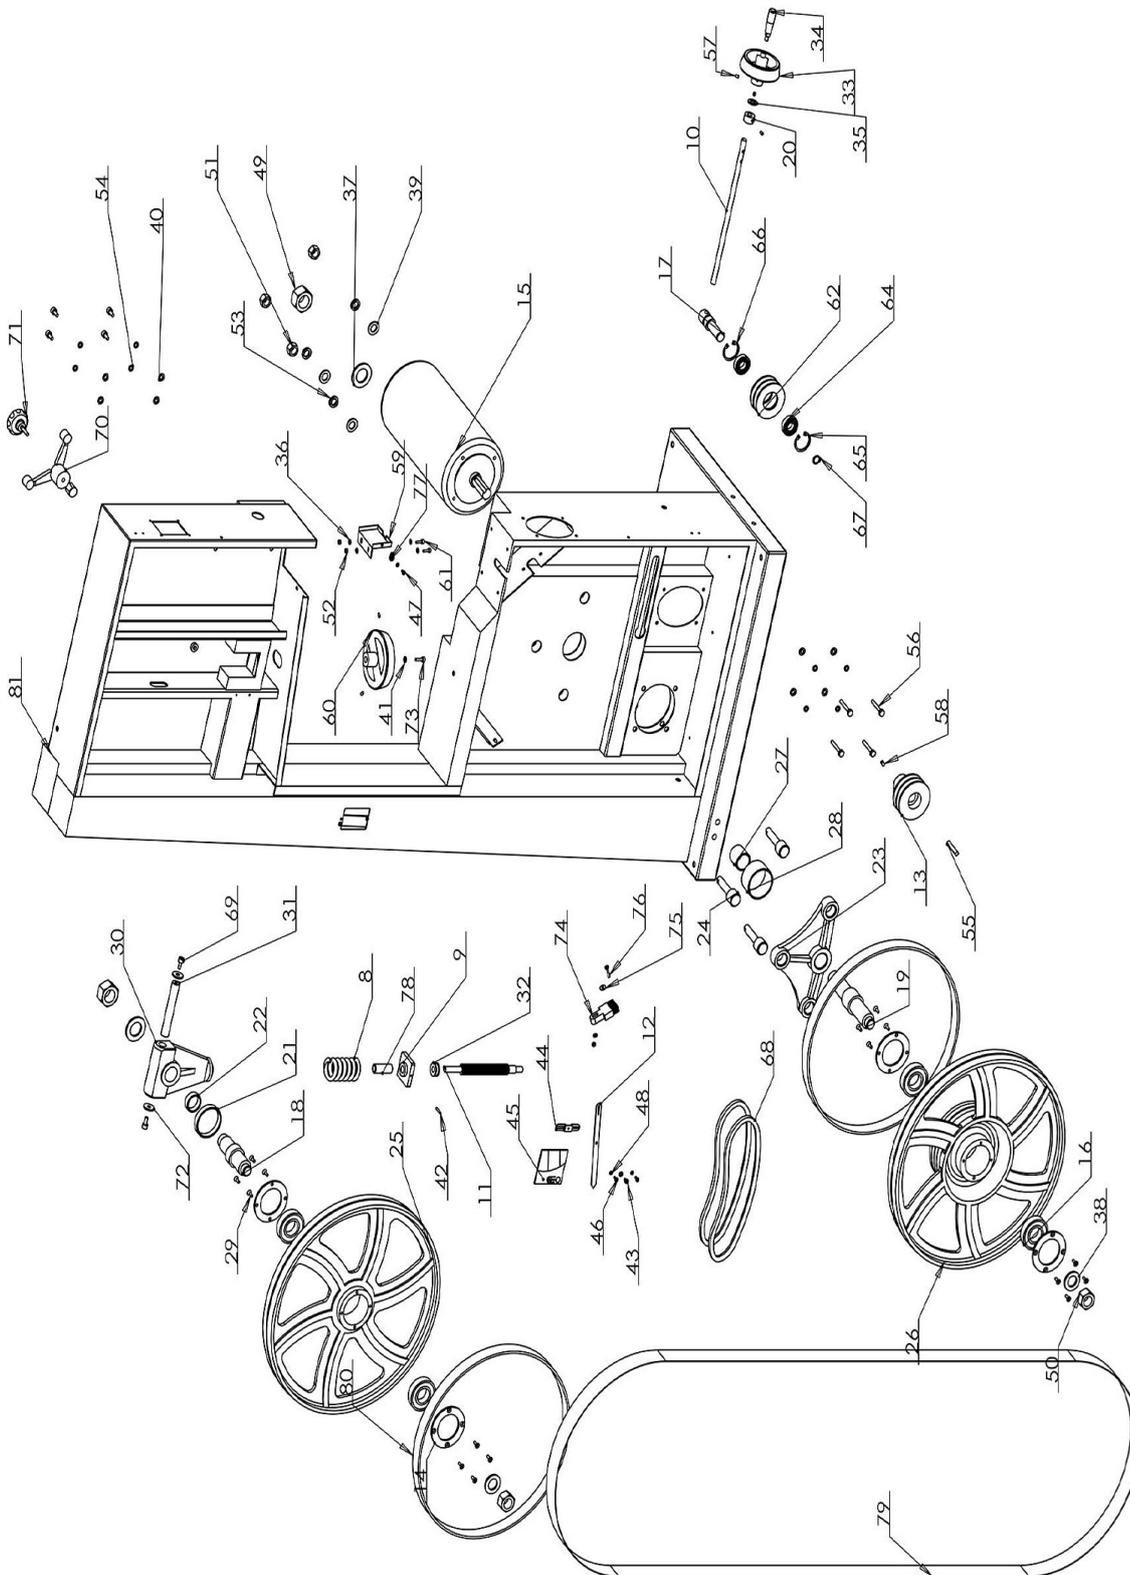

Abb. 33: Ersatzteilzeichnung 1
Schritt 4: Handrad (Pos. V, Abb. 33) für die Riemenspannung drehen, um die Spannung des Antriebsriemens zu lösen.
Schritt 5: Die Antriebsrad-Sicherungsmutter und Unterlegscheibe (Pos. A2, Abb. 33) lösen und entfernen (Befindet sich an der Rückseite der Säge).
Schritt 8: Antriebsrad wieder montieren und die zuvor entfernte Antriebsrad-Sicherungsmutter und Unterlegscheibe (Pos. A2, Abb. 33) festziehen.
Schritt 9: Antriebsriemen durch Drehen des Handrads (Pos. V, Abb. 33) spannen und prüfen (Siehe Kapitel 8.6).